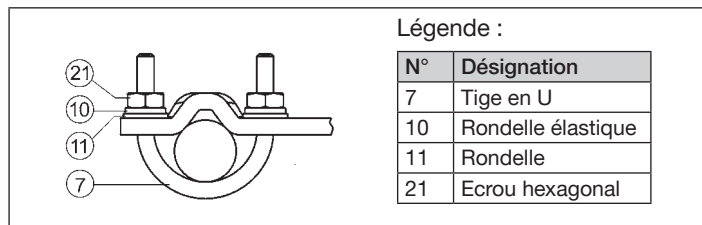

Fig. 30: Fixer l'équerre de montage sur le portique
→ Fixer l'équerre de montage avec les tiges en U (7), les rondelles élastiques (10), les rondelles (11) et les écrous hexagonaux (21) sur le portique. (voir « Fig. 30 »).